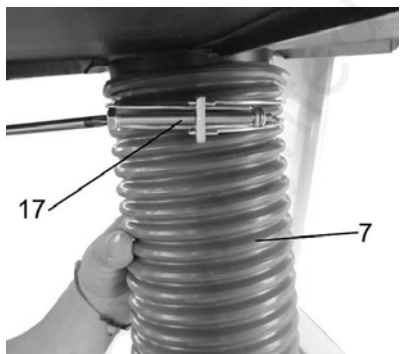

Fig. 7 : Fixation du tuyau d'aspiration
5. Placez le support du tuyau (17) sur le tuyau d'aspiration (7) jusqu'à la butée sur le raccord d'aspiration de l'appareil et fixez-le avec le collier de serrage selon la figure 7.